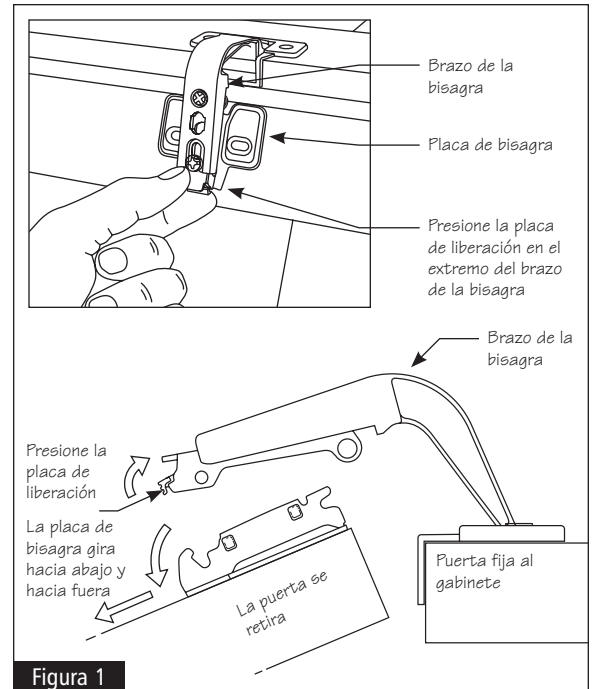

Figura 1
- 1** Separe las mitades de la puerta, para esto presione la placa de liberación en el extremo del brazo de la bisagra y levante suavemente este último hasta retirarlo de la placa de la bisagra. Extienda la puerta sobre una superficie limpia y plana. Consulte la figura 1.